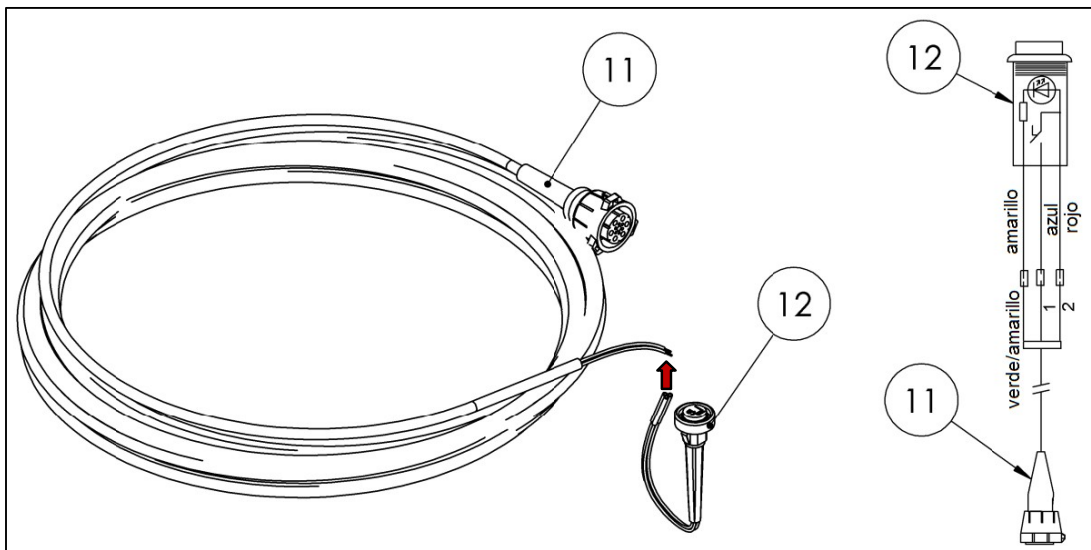

Fig. 53
- Taladre un orificio de 16 mm de diámetro para el interruptor de cabina (12) en un lugar adecuado del tablero o panel de instrumentos.
- Encaje el interruptor de la cabina (12) en el orificio.
- Pase el cable del interruptor de cabina (11) desde el mecanismo de elevación hasta el interior de la cabina.
- Conecte el interruptor de cabina como se muestra en la Fig.53.